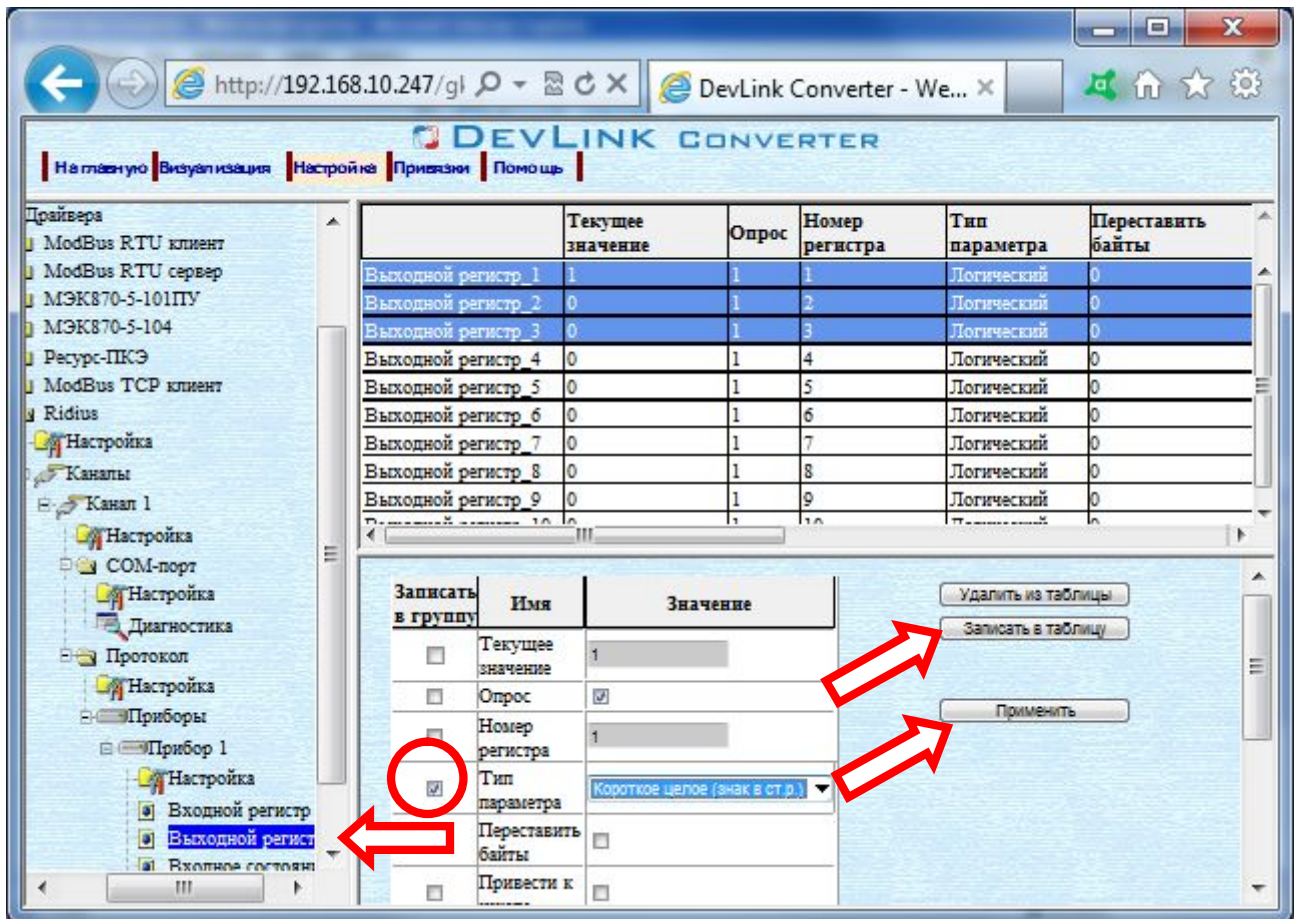

Рисунок 3.12 - Настройка регистров
- 2 Выбрать в дереве нужный тип регистров (рисунок 3.12).